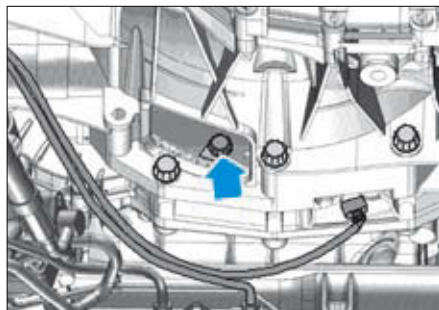

FIG. 87
- Retirer la trappe (20) de la boîte de vitesses (Fig.87).